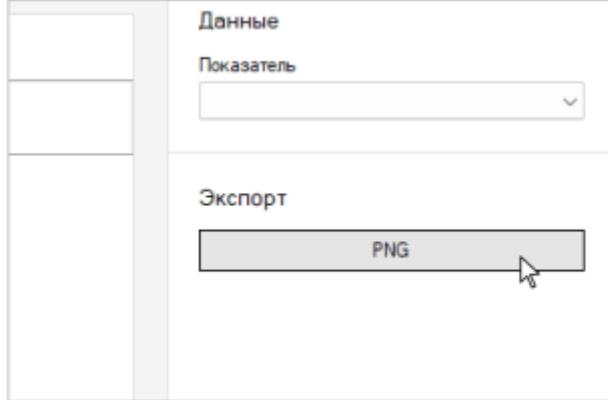

Рисунок 8.8.3.1
- нажав кнопку **PNG** (см. *Рис. 8.8.3.1*)